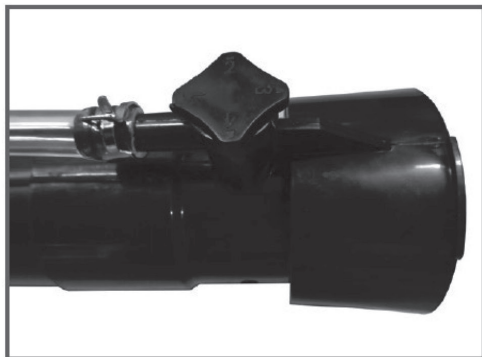

Рис. 8
- Соедините конец выпускного шланга со штуцером дозатора на конце сопла (рис. 8).